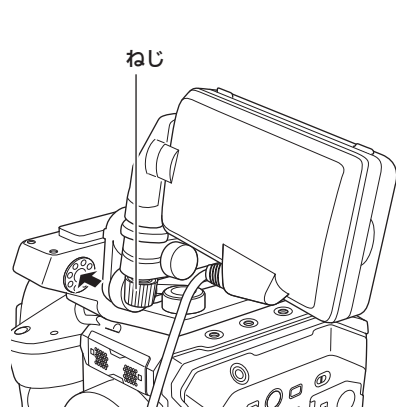

図 1
- 1 ハンドルの液晶モニターユニット取り付け部に、付属の液晶モニター取り付けアタッチメントをはめ込む。(図 1)